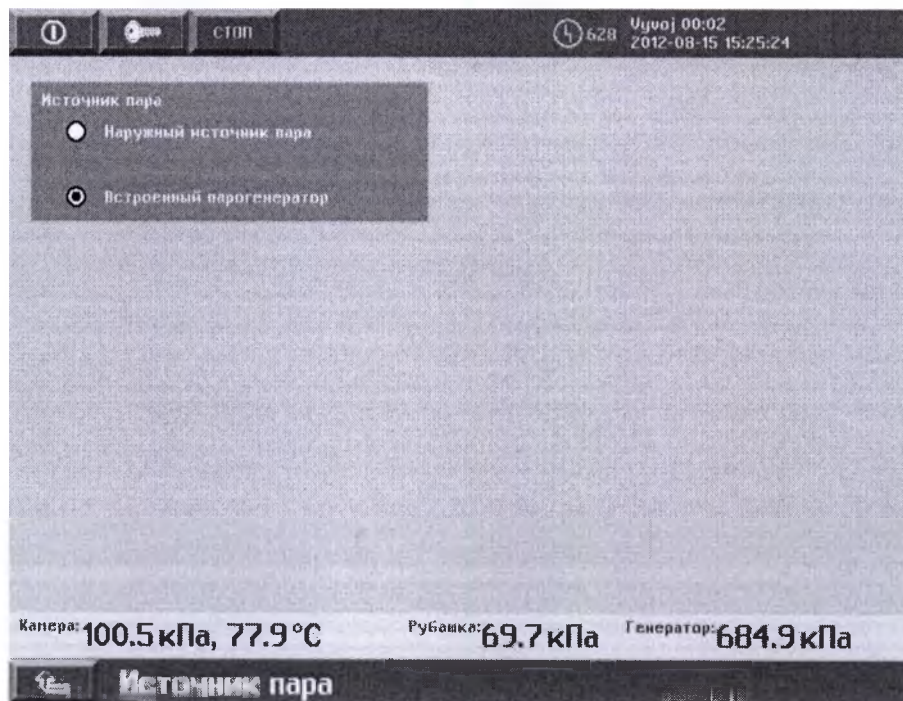

Рисунок 37 Подтверждения пароля
- Заданный пароль введите и подтвердите рисунок 37.